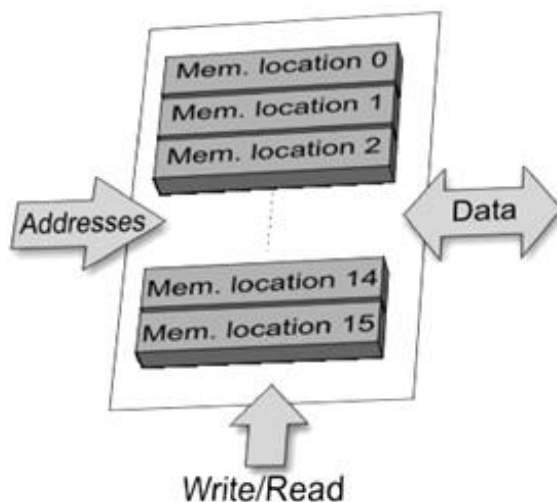

Рис. 1.21 Память микроконтроллера
*Память* – это часть микроконтроллера, используемая для хранения данных (рис. 1.21).